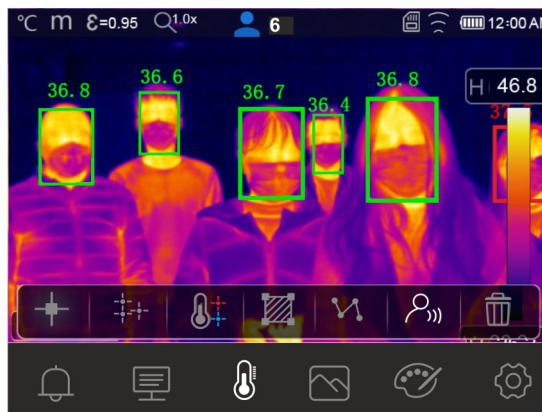

Fig. 33: Modo Faccia su più persone
7. Il Modo Faccia permetta la valutazione della temperatura facciale su più persone (**fino a 10 persone**) simultaneamente (vedere Fig. 33). Il contatore “” presente nella parte alta del display indica il numero di rilevazioni statisticamente valide